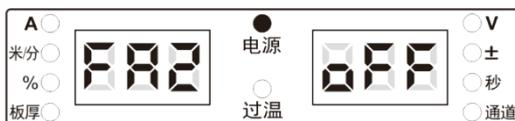

图 4-3 FA2 显示界面
1. 进入内部菜单，调节焊接电源面板旋钮至 FA2，如图 4-3 所示。